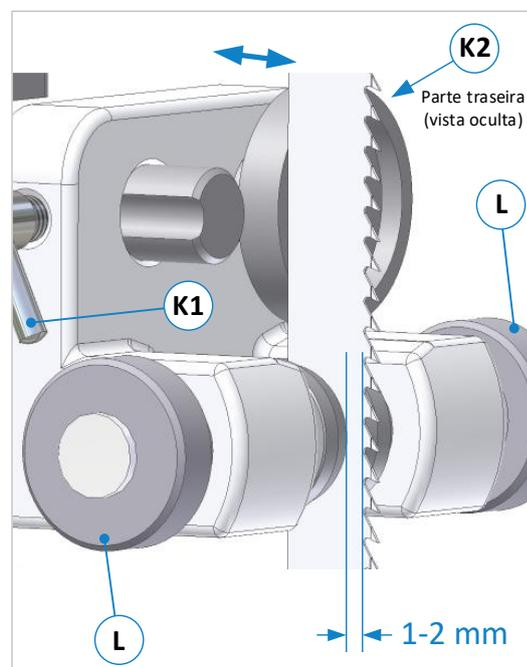

Figura 27: Ajuste das guias
- Ajustar os dois rolos laterais com as mangas de rolamento (L) para fora, de modo que uma nova lâmina de serra possa passar livremente entre eles.
- Desapertar o parafuso de aperto (K1) e deslocar a guia completa sobre o pino de suporte (B), de modo que os bordos dianteiros dos rolos laterais fiquem cerca de 1 - 2 mm atrás da base do dente da lâmina de serra (ver ⇒ Figura 27).